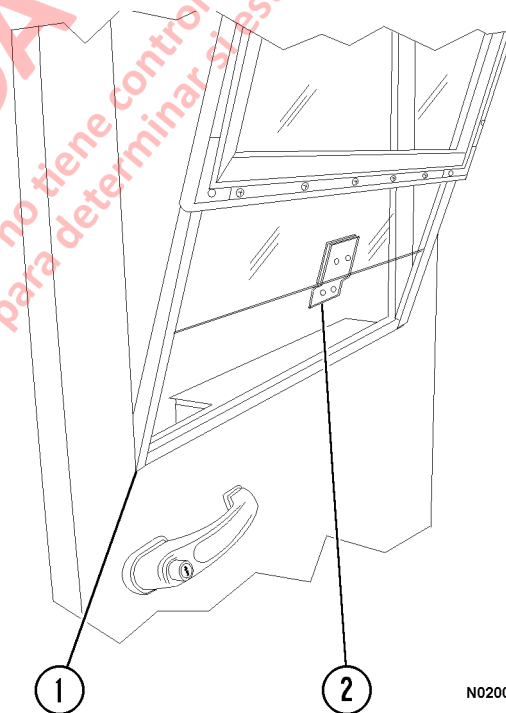

FIGURA 2-12.
11. Levante el vidrio de la puerta en el marco (1, Figura 2-12) de forma que esté cerca de la parte superior. Mientras sostiene el vidrio en su lugar, incline el marco hacia afuera en la parte superior. Levante el marco y el vidrio en línea recta hacia arriba y hacia afuera de la puerta.
El soporte (2, Figura 2-12) en la parte inferior del vidrio debe salir del marco de la puerta si todavía está en el vidrio.